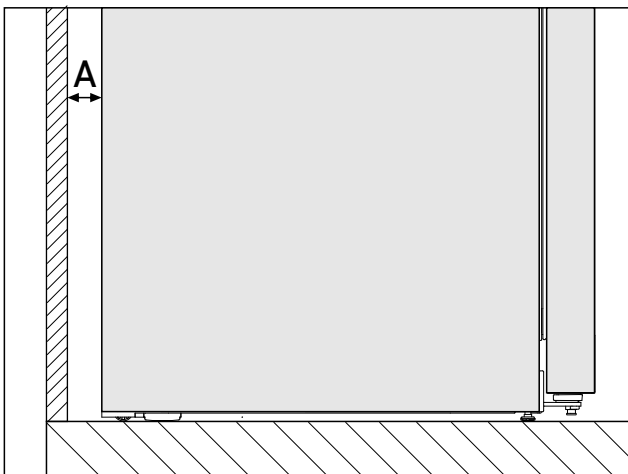

Fig. 3 \*
Der Energieverbrauch wurde mit einem Wandabstand Fig. 3 (A) zwischen Geräterückseite und Wand ermittelt. Wenn der Wandabstand weniger als Fig. 3 (A) beträgt, hat dies keinen Einfluss auf die Funktionsfähigkeit des Geräts. Bei geringerem Wandabstand kann sich der Energieverbrauch geringfügig erhöhen und es kann zur Kondensatbildung an der Geräterückwand kommen.\*